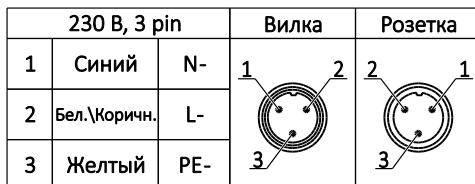

Рисунок 2. Схема подключения питания (при наличии коннекторов).
4.3 Произвести подключение, используя гермоводы из состава светильника, или согласно электрической схеме (рисунок 2) при наличии коннекторов. Соединение светильника с питающим кабелем должно быть выполнено способом, обеспечивающим герметичность (кабельная муфта и пр.).